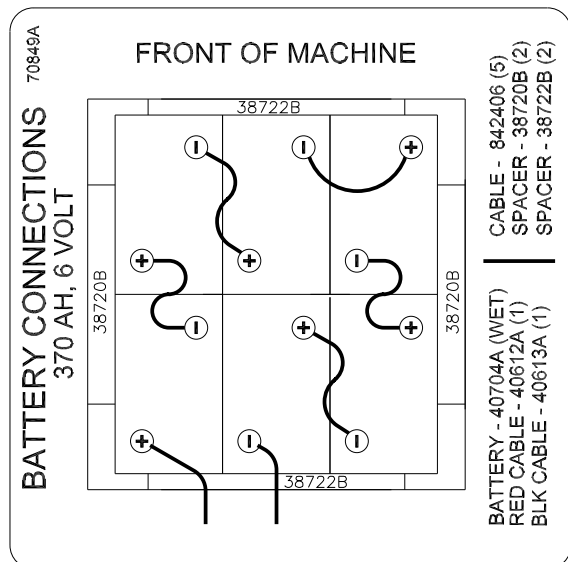

Figura 4
3. Sitúe las baterías en la carrocería tal y como muestra la figura 4.
4. Conecte los cables de las baterías entre las baterías tal y como se indica. Consulte la figura 4.